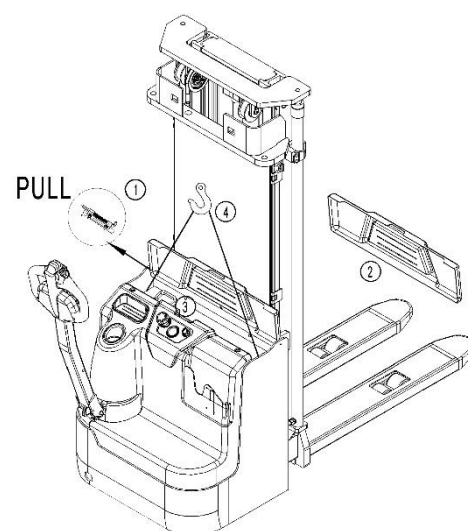

Рис. 17: Замена АКБ
Для замены аккумулятора необходимо припарковать штабелер в безопасной зоне, выключить при помощи замкового выключателя (8), затем нажать аварийную кнопку (6). Открыть крышку аккумуляторного отсека, вытянуть петлю, снять крышку. Далее необходимо открутить фиксирующую пластину, отсоединить клеммы (Рис.17) и аккуратно вытащить аккумулятор при помощи крана или другого подходящего грузоподъемного устройства. Операция по установке аккумулятора происходит в обратном порядке. Первыми необходимо подсоединить положительные клеммы. В противном случае оборудование может быть повреждено.